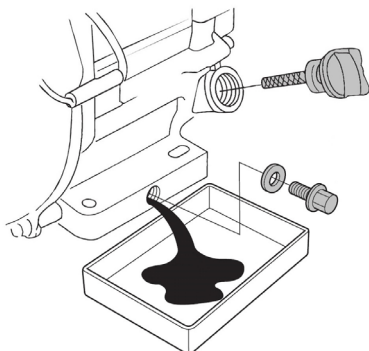

Рис. 20 Замена моторного масла
3. Извлеките крышку-щуп (Рис. 20) из маслозаливной горловины.
- (1) Техническое обслуживание должно осуществляться более часто, при работе в пыльных условиях.
- (2) Эти пункты должны осуществляться в авторизованном сервисном центре.
- Открутите (Рис. 20) сливной болт и слейте отработанное масло в подготовленную для этого емкость.